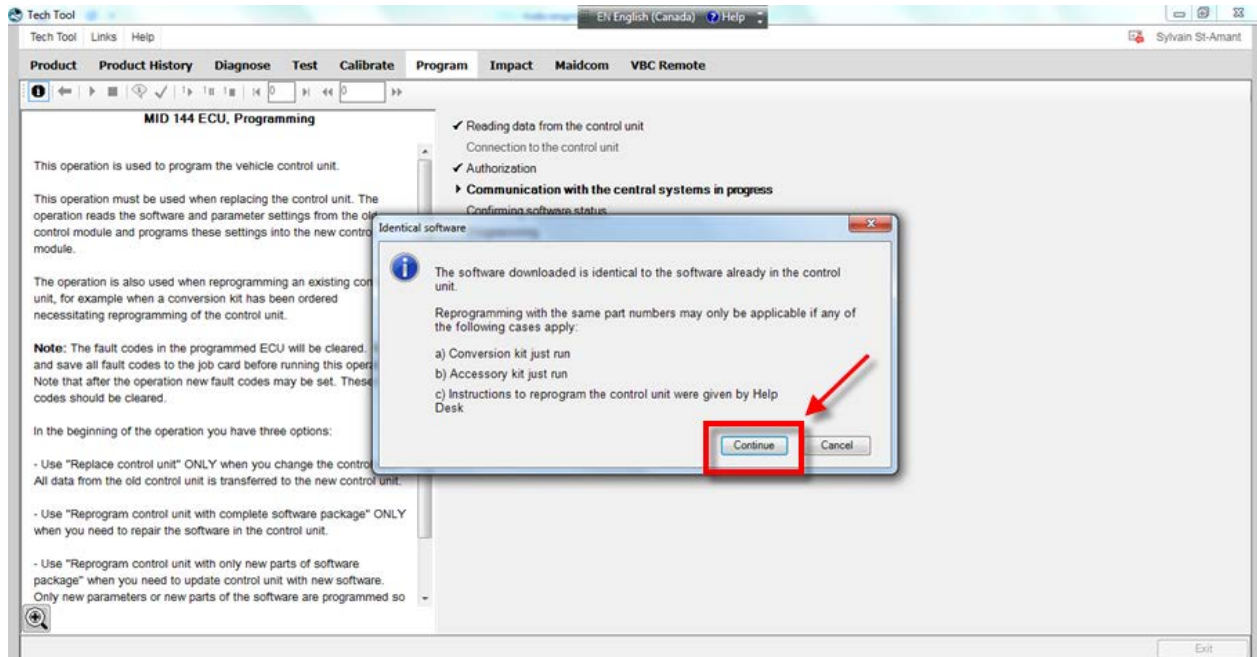

FIGURE 24
6. Cliquez sur CONTINUE (FIGURE 24).